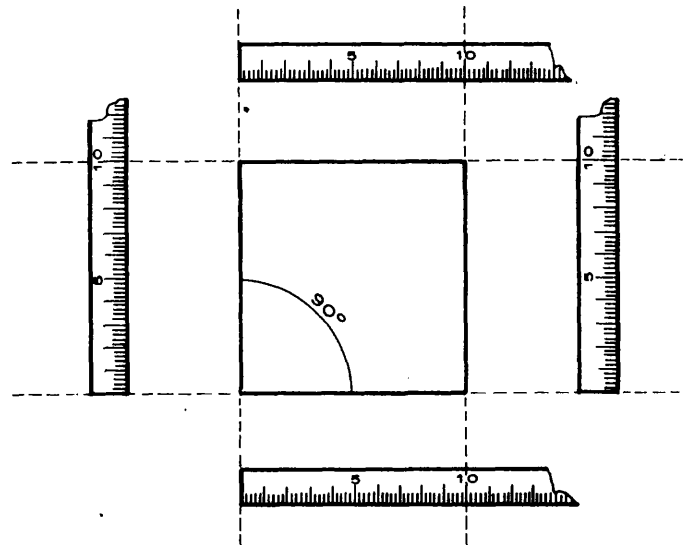

Fig. 9
- c) Los lados opuestos son paralelos (fig. 9).